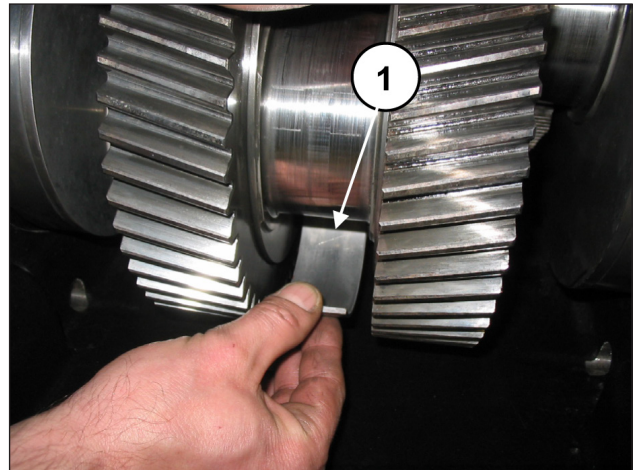

Abb. 19
Ziehen Sie die drei oberen Lagerschalen der Pleuelhälften ab (Pos. ①, Abb. 19).